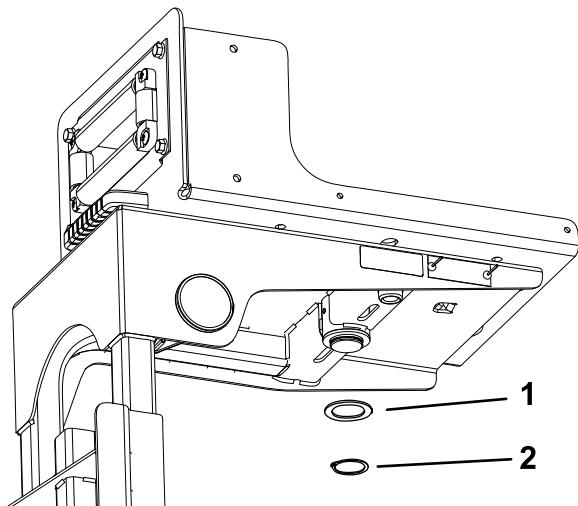

図 20
2. ホースリールフレームの下側で、スイベルプレートの柱にスラストワッシャとスナップリングを取り付ける図 20。